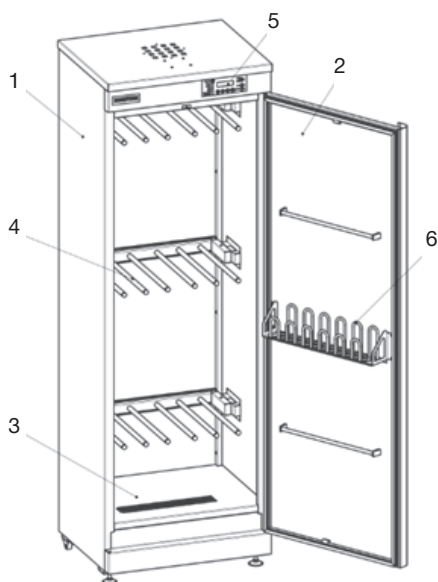

Рис. 1 Шкаф сушильный
Шкаф сушильный для одежды (Рис. 1) состоит из корпуса (1) и дверцы (2), с ручкой и магнитным уплотнением. Конструкция шкафа позволяет устанавливать, по необходимости, дверцу так, чтобы она открывалась направо или налево. Корпус шкафа установлен в передней части на регулируемые опоры; со стороны задней стенки предусмотрены ролики.